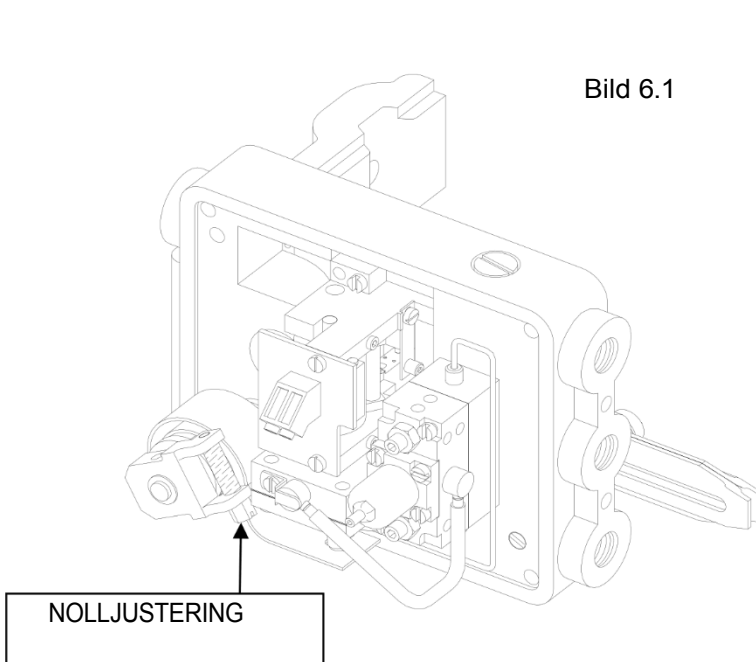

Bild 6.1
2. Inject a signal of 4 mA (or 3psi) and adjust the start screw as per fig. 6.1 such that the position of the valve is at the fully extended position. At this point the valve plug should just be touching its seat and any counter rotation of the start screw causes the valve to retract. Set the valve position indicator.
2. Injicera en signal på 4 mA (eller 3psi) och justera startskruven enligt fig. 6.1 så att ventils läge är i det helt utdragna läget. Vid denna punkt skall ventilkägla precis vidröra sitt säte och varje motrotation av startskruven får ventilen att dra sig tillbaka. Ställ in ventils lägesindikator.